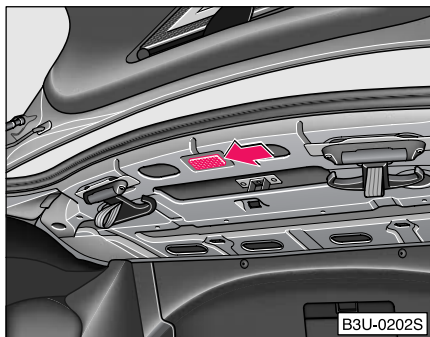

Fig. 186 Portbagajul:
- Introduceți o șurubelniță mică în fanta de lângă lampă ⇒ Fig. 186 și scoateți lampa cu atenție.